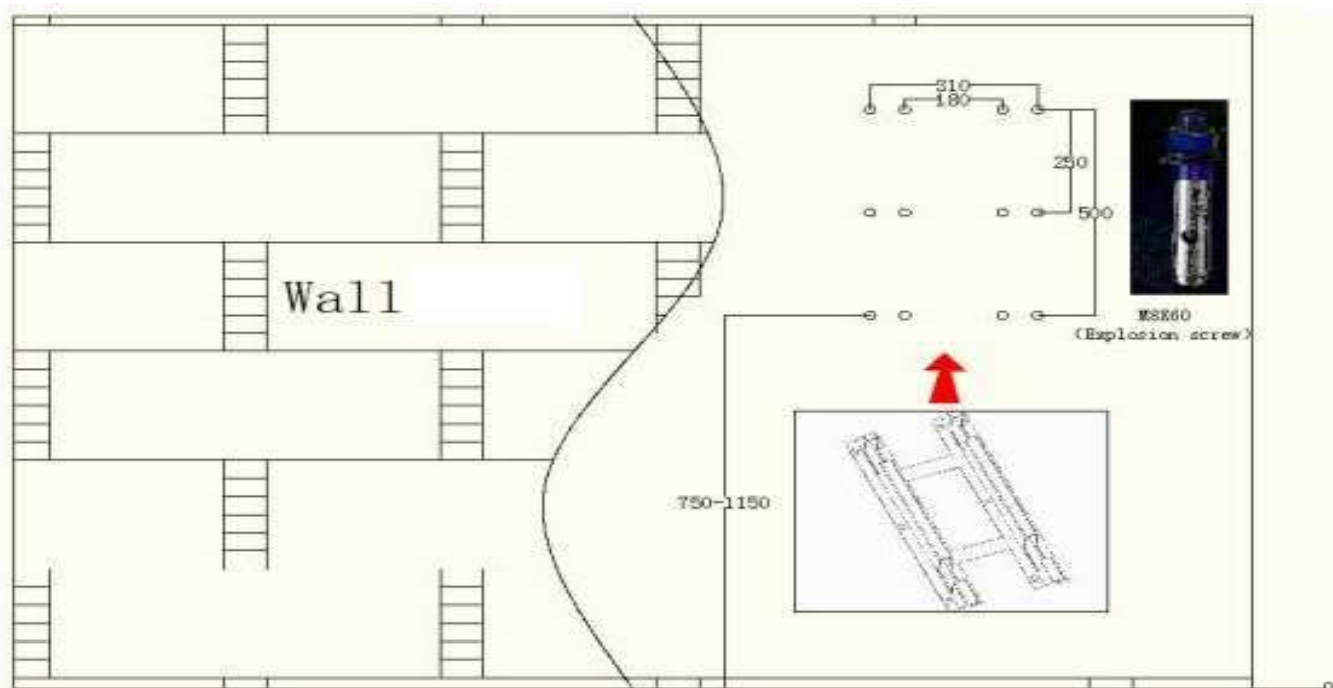

Figura 1(1)
- (1) Praticare 4/12 fori adatti per tasselli viti M8X60 sulla superficie della parete di montaggio come mostrato nella figura 1 (1) e installare il tassello.
- (2) Inserire il foro di montaggio della staffa nella vite (vicino alla parete) e bloccarlo con dado M8.